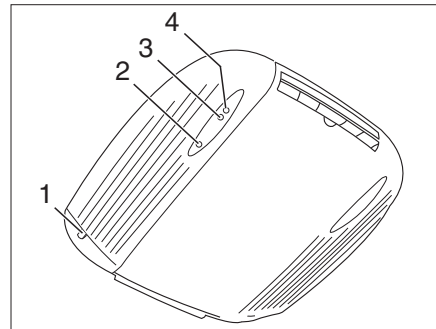
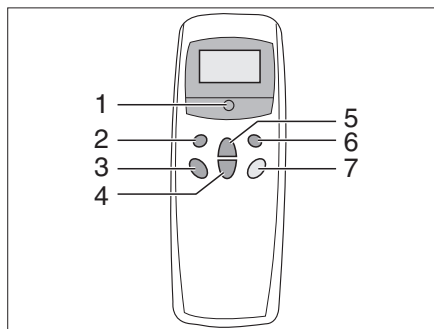

Fig. 194 Vista interior
Fig. 195 Mando a distancia
La instalación de aire acondicionado está colocada en el techo del vehículo. El mando a distancia (Fig. 195) para la instalación de aire acondicionado se encuentra en la zona de la cocina.
- Conectar el vehículo a la alimentación de 230 V. La instalación de aire acondicionado está lista para el funcionamiento. El LED rojo (Fig. 194,2) luce.
- Conectar el mando a distancia con el interruptor (Fig. 195,5).
- Ajustar con la tecla (Fig. 195,1) el modo de funcionamiento deseado. La luz de control verde (Fig. 194,3) indica el funcionamiento de la refrigeración, la luz de control rojo (Fig. 194,4) el funcionamiento de la calefacción.
- Caso necesario ajustar con las teclas (Fig. 195,3 y 4) la potencia del ventilador y la temperatura ambiente deseadas.
- Para la desconexión pulsar de nuevo la tecla (Fig. 195,5) en el mando a distancia.